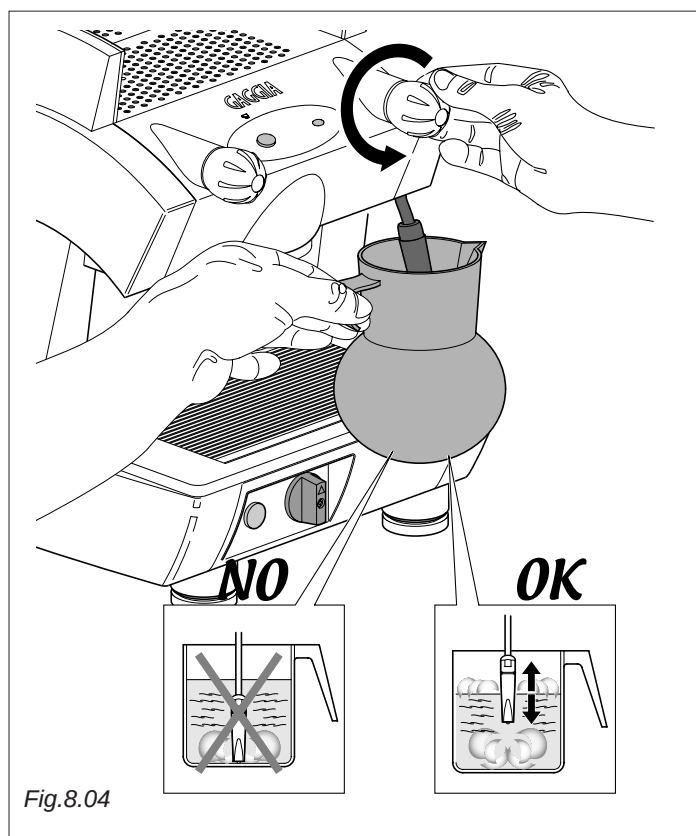

Fig.8.04
- Pongan un jarro lleno a mitad con leche fría por debajo de la boca del vapor (Fig.8.04).
- Giren lentamente la empuñadura del grifo (Fig.8.04) en sentido antihorario para que salga el vapor.
- Giren el jarro, con movimiento circular, poniendo cuidado en que la extremidad de la boquilla vapor no resulte siempre introducida en la leche y "no lleven la leche a ebullición" (Fig.8.04).